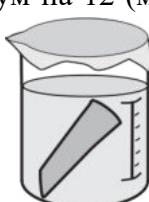

Рисунок 17.
11) Погрузите очищенный наконечник в дезинфицирующее средство и оставьте его как минимум на 12 (максимум на 30) минут при температуре 25°C (Рисунок 17).